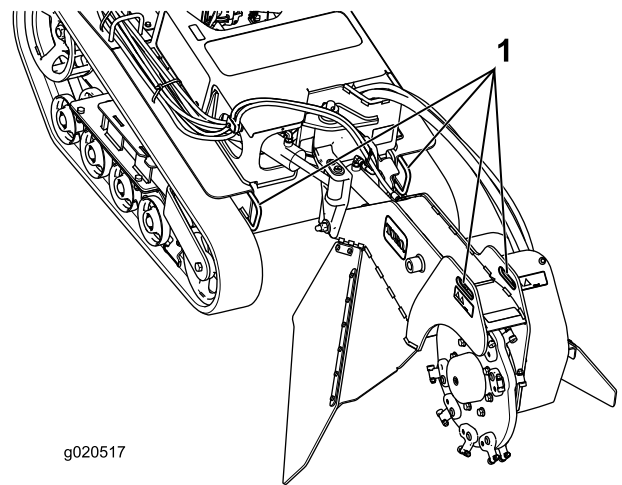
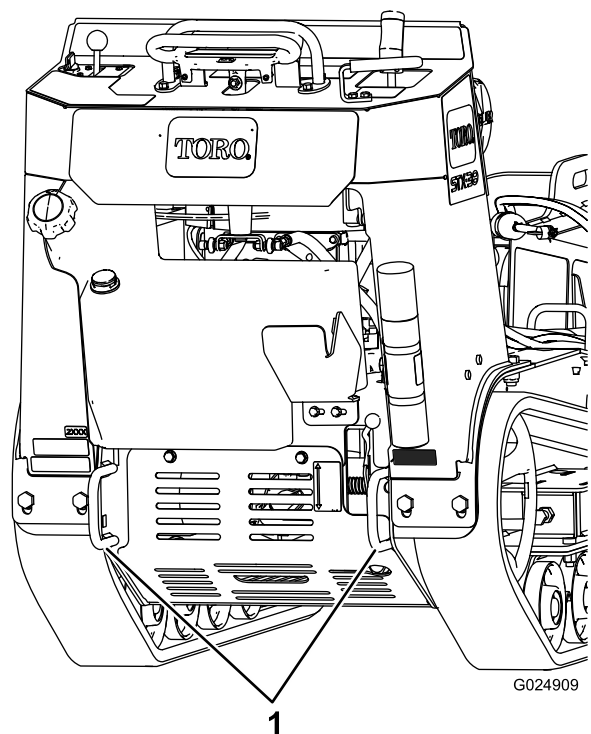

Figura 22
Figura 23
3. Sujete la máquina al remolque con cadenas o correas usando los puntos de amarre/izado situados en la parte delantera y trasera de la máquina (Figura 22 y Figura 23).
Puede izar la máquina usando los puntos de amarre/izado (Figura 22 y Figura 23).